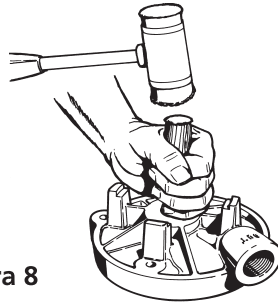

Figura 8
8. antes de que el soporte del motor (el Ref. No. 1) se puede quitar, los cuatro (4) "O" rings (el Ref. No. 4), situado en los pernos prisioneros del alto a la izquierda e a la derecha debe ser quitado.
9. Quite la porción del asiento del sello (Ref. No. 6B)(refer para figura 8).